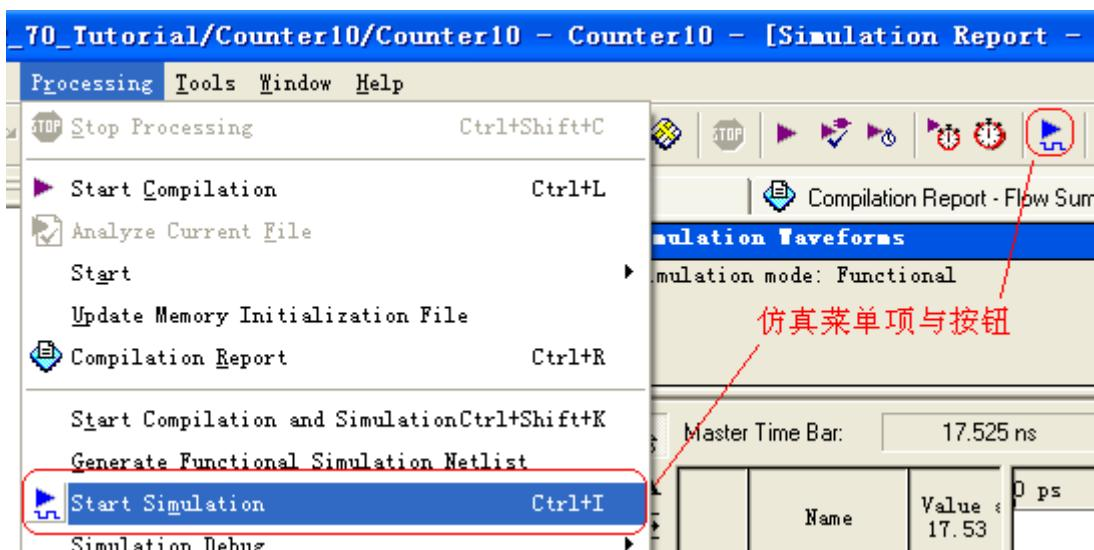
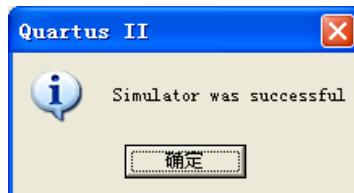

图 3-34 仿真菜单项与按钮
图 3-35 仿真结果
20. 点击菜单项 Processing->Start Simulation 或 工具按钮启动功能仿真。如图 3-34，完成后结果显示如图 3-35。